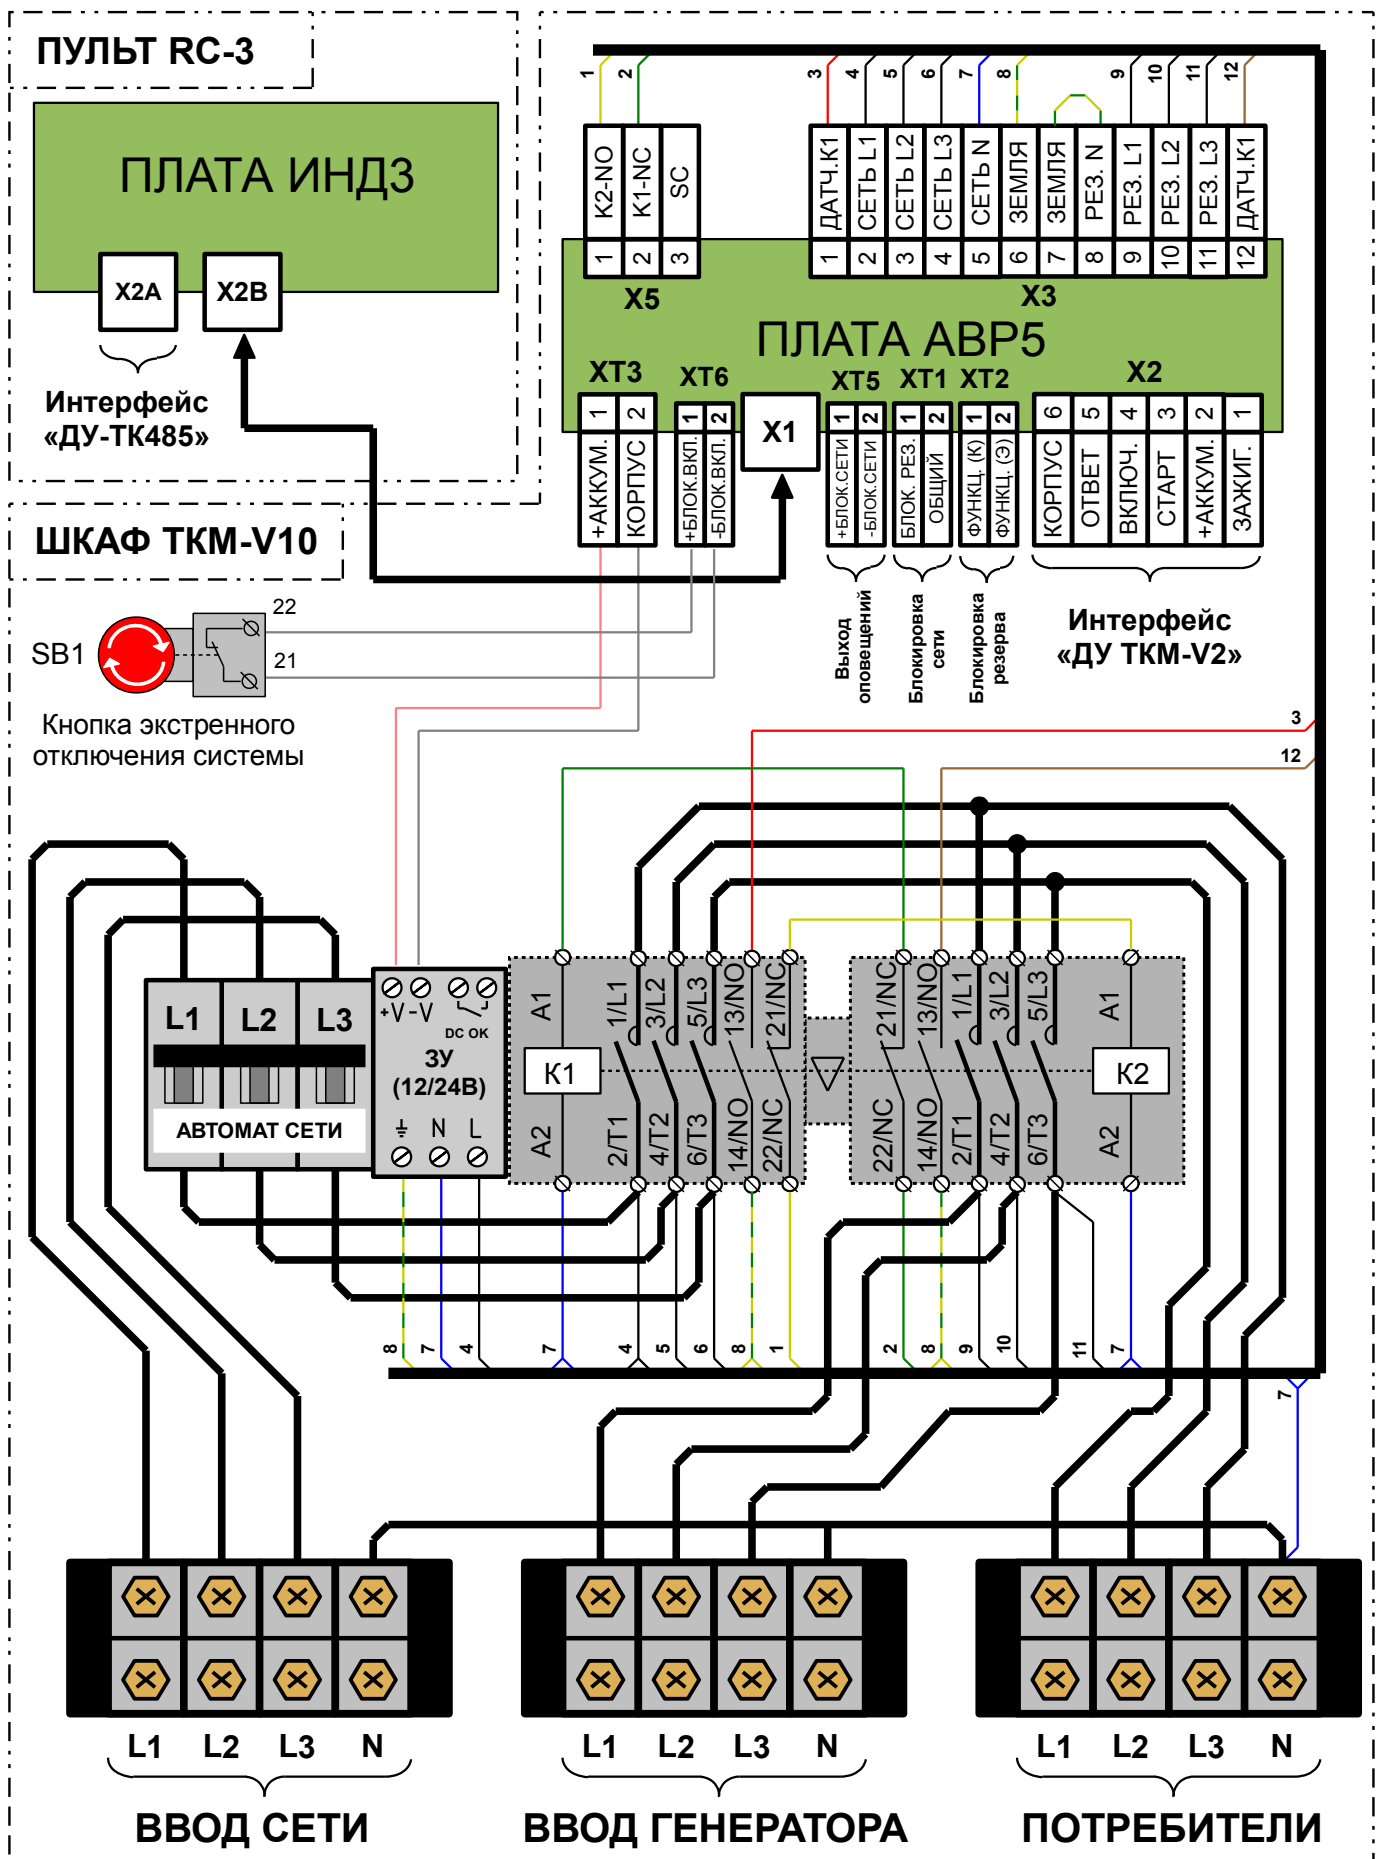

Рис.3. Схема шкафа устройства и подключения к нему пульта RC3.
7. Повесьте шкаф устройства и пульт управления на предполагаемые места установки. Соедините их согласно схеме приведённой на рис.3.